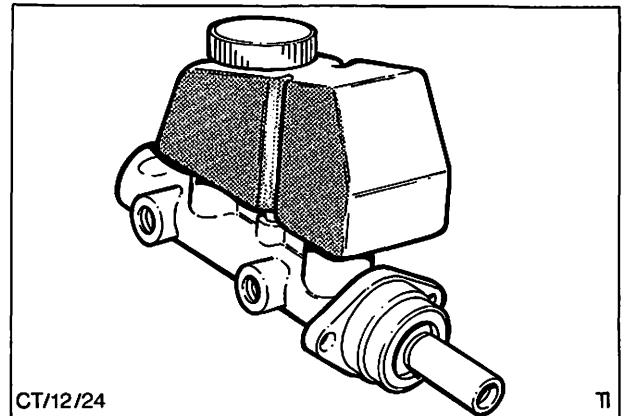

Abb. 65 Hauptzylinder ausgebaut
3. Hauptzylinder nach Entfernen der beiden Muttern und Federringe vom Bremskraftverstärker abbauen und Dichtring entfernen, Abb. 65. Bremsflüssigkeit aus dem Hauptzylinder in einen geeigneten Behälter entleeren.